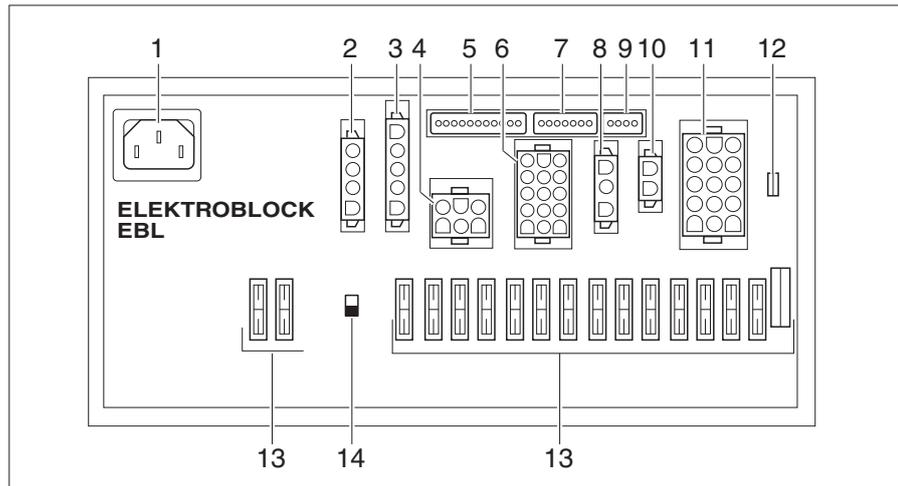

Bild 224 Elektroblock (EBL 102)
**Einbauort** Je nach Modell ist der Elektroblock (Bild 224) in der Sitzkonsole unter dem Fahrersitz oder im Bereich der Garage bzw. der Barsitzgruppe (Globeline) eingebaut.
- ▷ Der Batterie-Trennschalter (Bild 224,14) trennt alle Verbraucher, die am Elektroblock angeschlossen sind, vom 12-V-Netz.